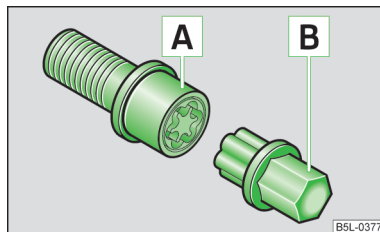

Fig. 113
Los tornillos de rueda antirrobo protegen las ruedas de un robo. Ellos se pueden aflojar y/o apretar solamente con ayuda del adaptador [B] » fig. 113.
- Colocar el adaptador [B] » fig. 113 con el lado dentado hasta el tope en el dentado interno en la cabeza de los tornillos de rueda antirrobo [A].